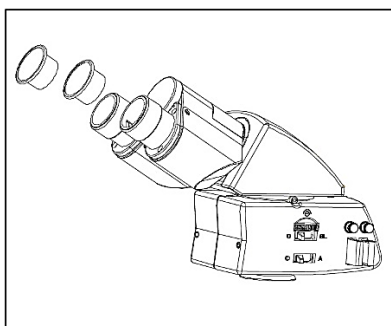

Fig. 16
1. Retirar las tapas protectoras del tubo de observación. (Fig. 16)